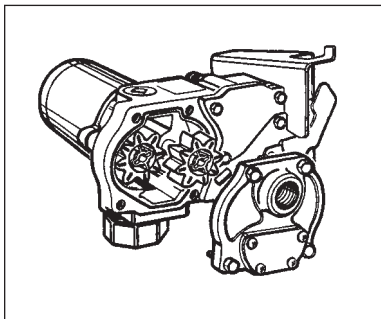

Figura 7
- Levante la tecla de transmisión y engranajes de la bomba. (Figura 7)